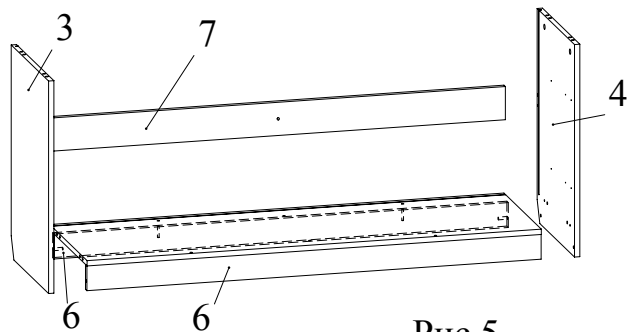

Рис.5
- Установить боковину 3 на дно 2, царгу 7 и зафиксировать, повернув конфирматным ключом головки минификсов по часовой стрелке до упора (Рис. 5).
- Установить боковину 4 на дно 2, царгу 7 и зафиксировать, повернув конфирматным ключом головки минификсов по часовой стрелке до упора (Рис. 5).